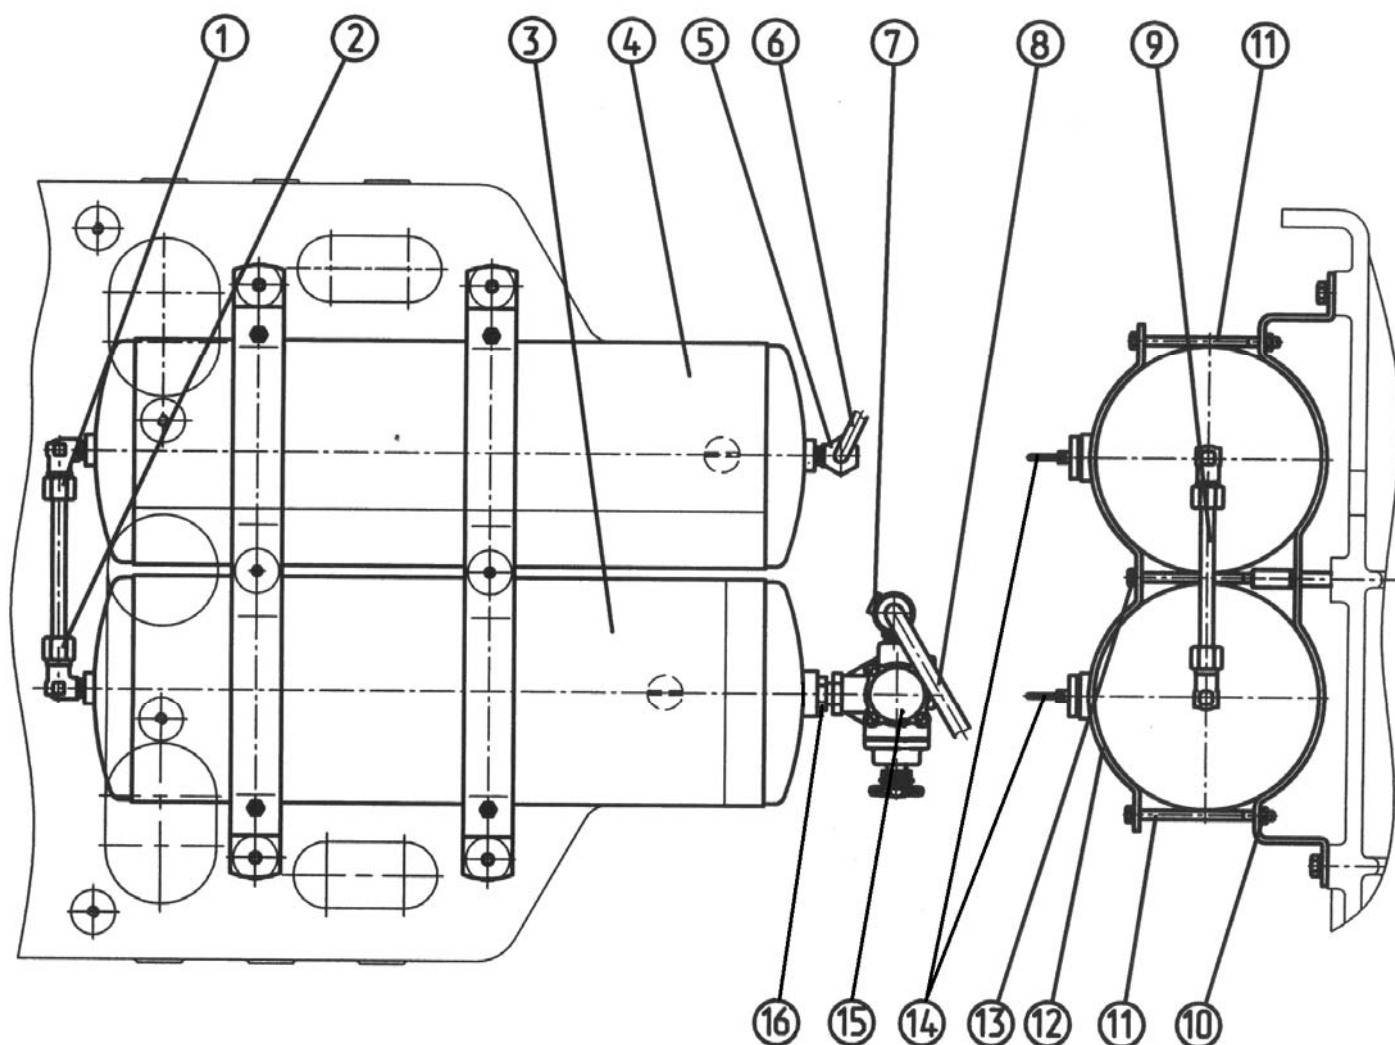

Рис.4.74 Однопроводной пневмопривод тормозов прицепов.
Внимание: Перед началом разборки составных частей пневмопривода тормозов прицепа необходимо удалить из системы сжатый воздух. Для этого потяните кольцо клапана удаления конденсата (14), (рисунок 4.74), вверх и на себя.
1.1) отверните накладки гайки (1), (2) и (5), (рисунок 4.74), снимите хомут (7);
1.2) отсоедините от баллонов (3) и (4), (рисунок 4.74), трубопроводы (6), (8) и (9);
1.3) отверните гайки (10), (рисунок 4.74), и болты (13);
1.4) извлеките болты (11), (рисунок 4.74), снимите кронштейн (12);
1.5) снимите баллоны (3) и (4), (рисунок 4.74).
1.6) отверните контргайку (16), (рисунок 4.74), и отсоедините регулятор давления (15) от баллона (3).
- 2.1) отверните накладки гайки (2), (рисунок 4.74);